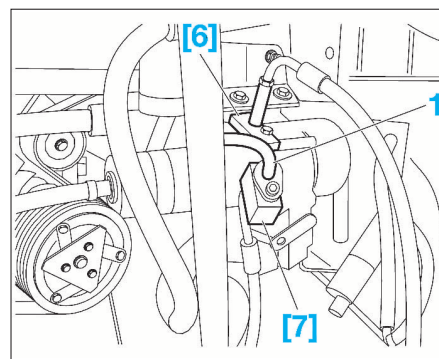

FIG. 23
- Débrancher et écarter le tuyau haute pression (1) (Fig.23).
- le raccord [7] sur le tuyau haute pression (1)